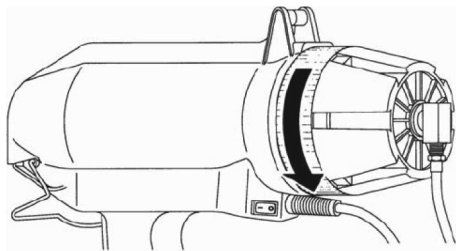

Abbildung 1
2. Die hintere Abdeckung der Kartuschenpistole gegen den Uhrzeigersinn abschrauben (Abb.1).
4. Abdeckkappe der Kartuschenpistole gegen den Uhrzeigersinn abschrauben und Klebstoffkartusche sowie Kunststoffeinwegdüse entfernen (Abb. 1).
1. Kalte Kartuschenpistole einschalten und fünf (5) Minuten vorwärmen lassen.
3. Abdeckkappe der Kartuschenpistole losschrauben und abnehmen (Abb. 1)..